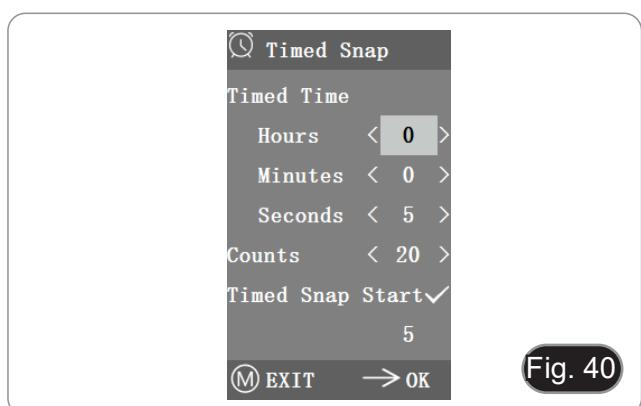

Fig. 40
2. Neste ponto, o número salta abaixo. Este é o número de fotos que foram tiradas com sucesso até agora. (Fig. 40)